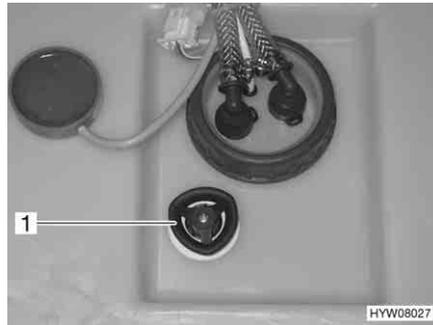

Fig. 166 Maniglia girevole (serbatoio dell'acqua)
- Sul serbatoio dell'acqua, ruotare la maniglia girevole (Fig. 166,1) in senso orario fino all'arresto.
- Sul serbatoio dell'acqua, ruotare la maniglia girevole (Fig. 166,1) in senso antiorario fino all'arresto. L'acqua fuoriesce fino a ca. 20 litri.
- Sul serbatoio dell'acqua ruotare la maniglia girevole (Fig. 166,1) in senso antiorario, oltre la resistenza verso l'esterno fino all'arresto, per aprire completamente l'apertura di scarico.